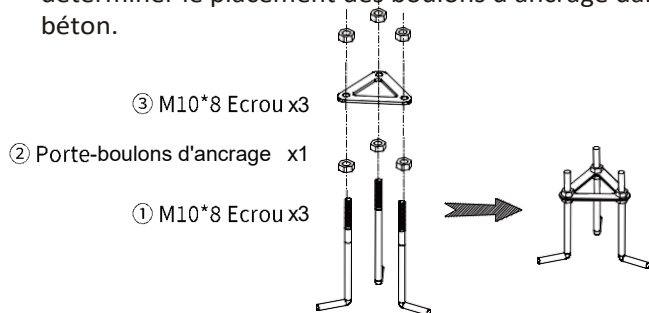

Fig 1
2. Faites assembler le support de boulons d'ancrage comme indiqué à la **figure 1** et utilisez-le pour déterminer le placement des boulons d'ancrage dans le béton.